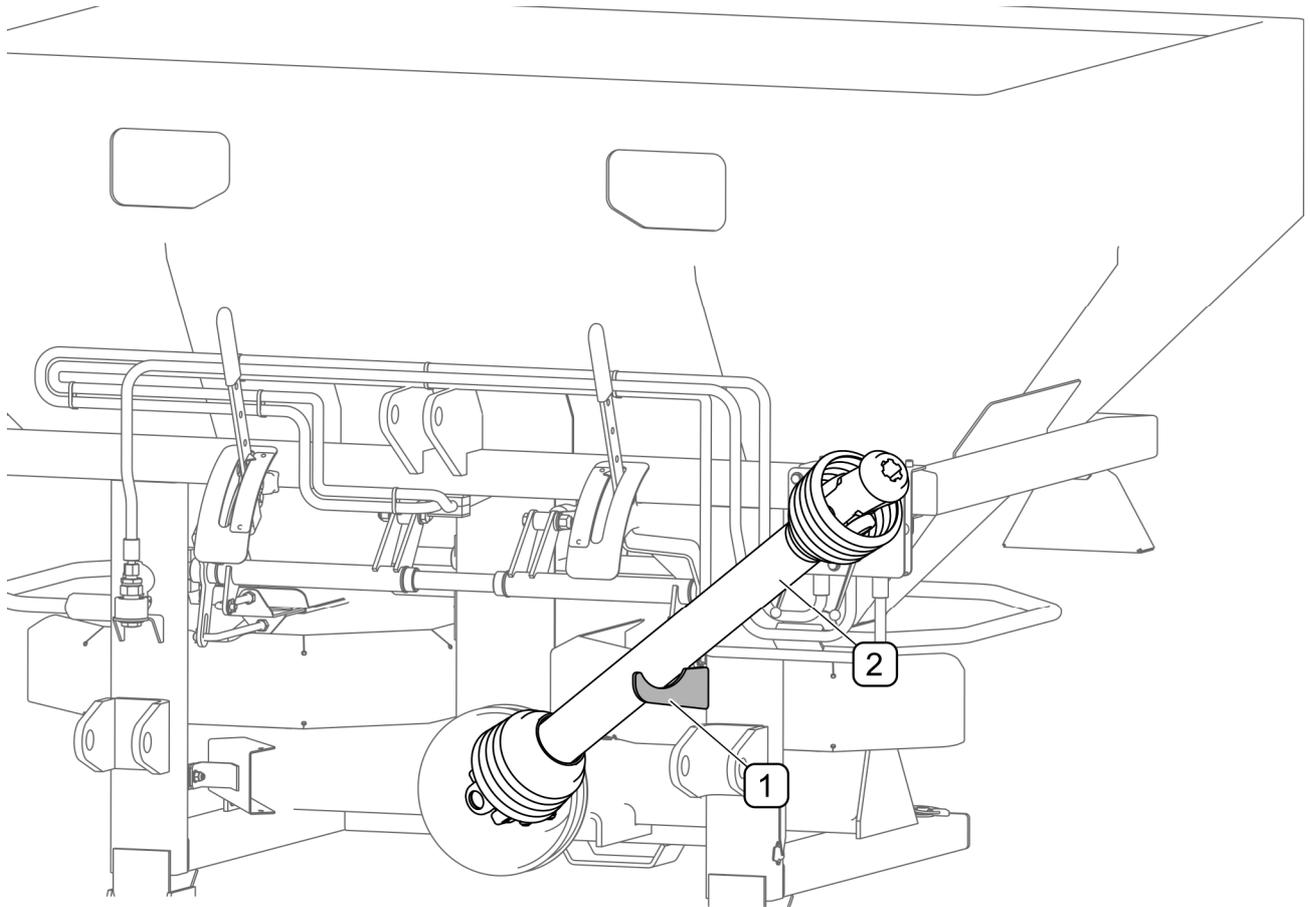

РИСУНОК 4.18 Кронштейн телескопического карданного вала
- Отсоединить от трактора телескопический карданный вал (2) и поместить на кронштейн (1) (РИСУНОК 4.18). Если машина не будет использоваться длительное время, то вал следует отсоединить полностью.